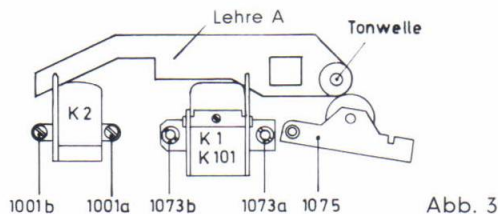

Abb. 3
#### 1. Höheneinstellung der Köpfe (Abb. 3)
2. Lehre A (Philips Code Nr. 4822 402-60245) nach Abb. 3 über die Tonwelle schieben. Die Lehre muß soweit über die Tonwelle geschoben werden, daß sie sich in der Verlängerung der Löschkopfbandführungen befindet.
Ist eine Korrektur erforderlich (Aufnahme / Wiedergabekopf zu hoch oder zu niedrig) läßt sich die Höhe mit der Mutter 1073 a (Abb. 3) einstellen. Danach wird die Mutter verlackt.
Voraussetzung ist, daß die Höheneinstellung des Aufnahme / Wiedergabekopfes richtig ist. Die Höhe des Löschkopfes läßt sich mit der Schraube 1001 b (Abb. 3) einstellen. Danach ist die Schraube mit Lack zu sichern.
#### 2. Aufnahme / Wiedergabekopf-Senkrechtstellung (Abb. 3)
NF-Voltmeter oder Oszillograf an Verstärkerausgang anschließen. Bei Wiedergabe des 6,3 kHz-Bandteiles eines BASF-Bezugsbandes DIN 45513 kann mit der Mutter 1073 b (Abb. 3) die Ausgangsspannung für links und rechts auf Maximum eingestellt werden. (danach die Mutter mit Lack sichern)